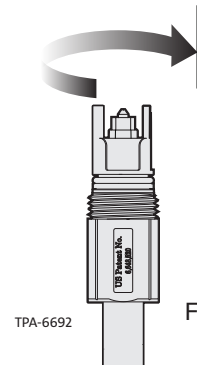

Figure 15
Étape 2 : placer l'adaptateur au-dessus du connecteur Pushlok. Visser l'adaptateur sur le connecteur dans le sens des aiguilles d'une montre jusqu'à la butée et jusqu'à ce qu'il soit impossible de le visser davantage. (Figure 15)